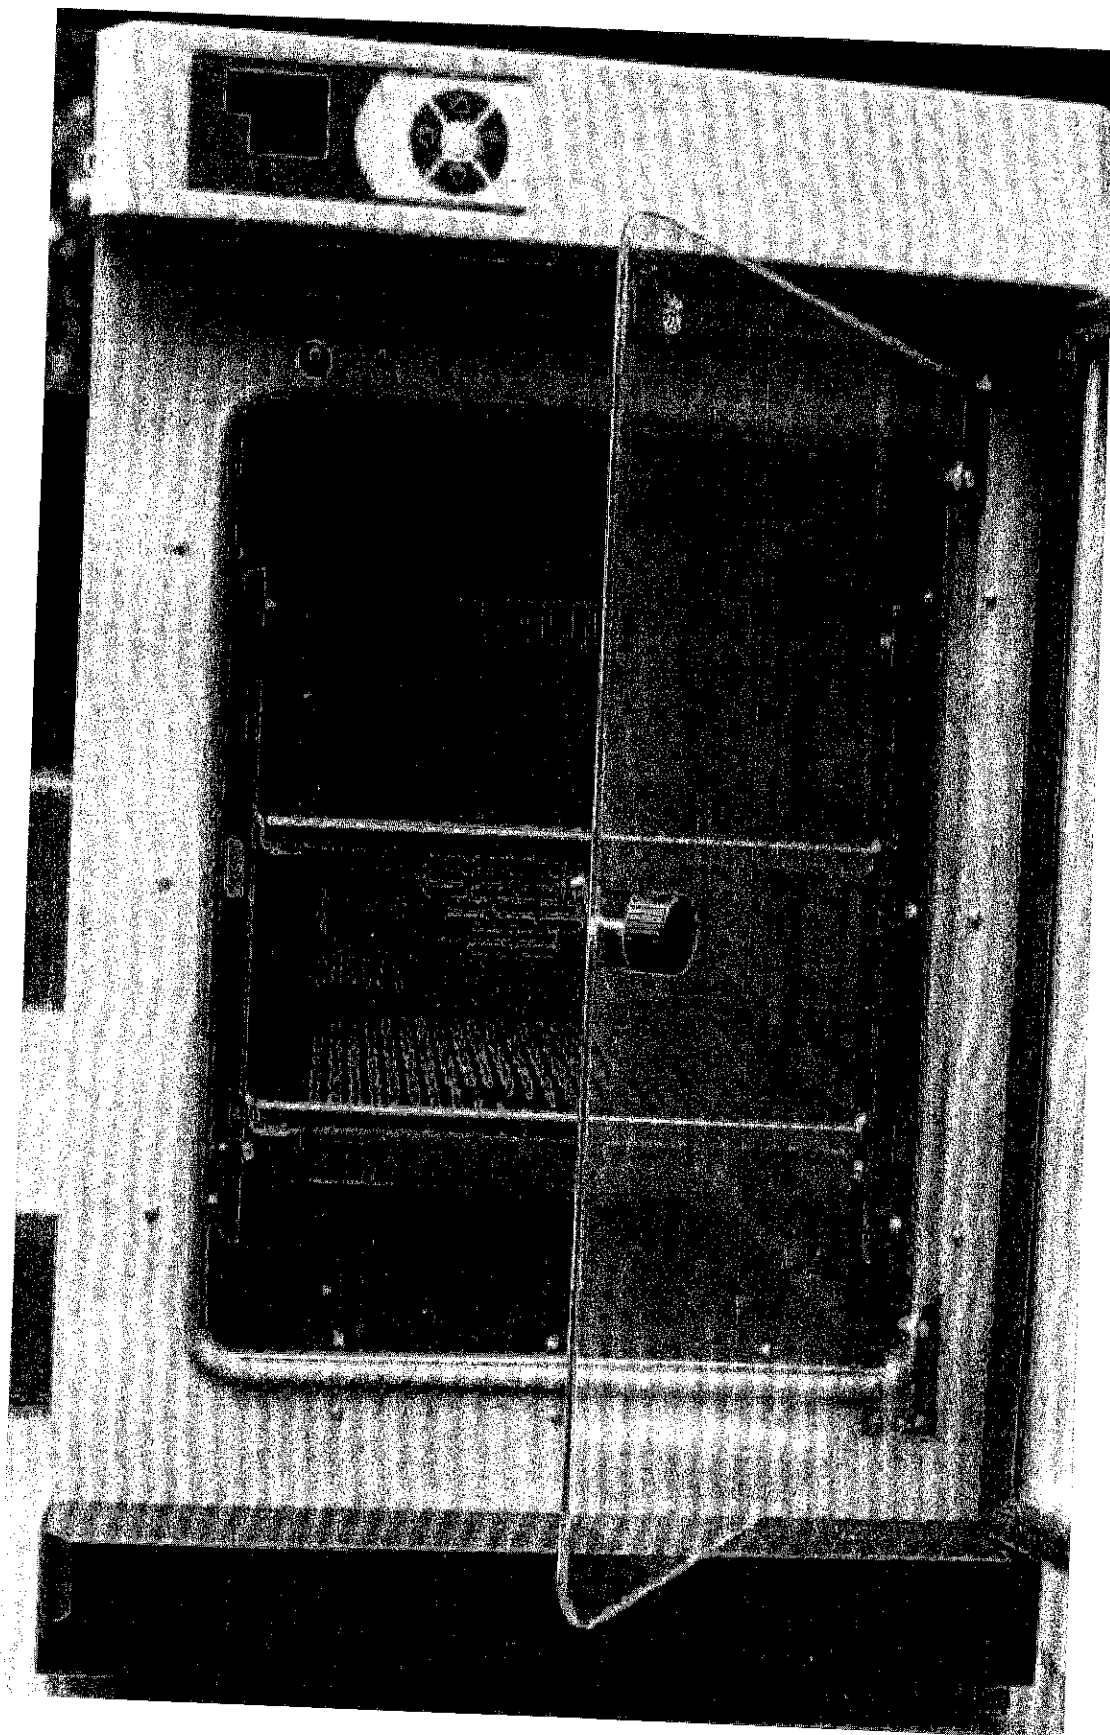

Рисунок 1
9.3. Включить переключатель «СЕТЬ» (находится на панели под дверью термостата) при этом на цифровом табло панели управления, находящейся на двери термостата (рис.1), высвечивается текущая температура в камере термостата.